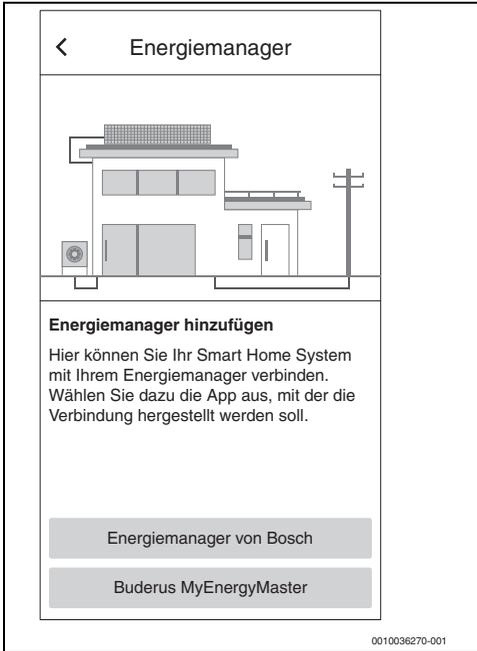

Bild 8 *Energienmanager von Bosch auswählen*
4. Im Menü **Energiemanager** den Menüpunkt **Energiemanager von Bosch** auswählen (→ Bild 8).